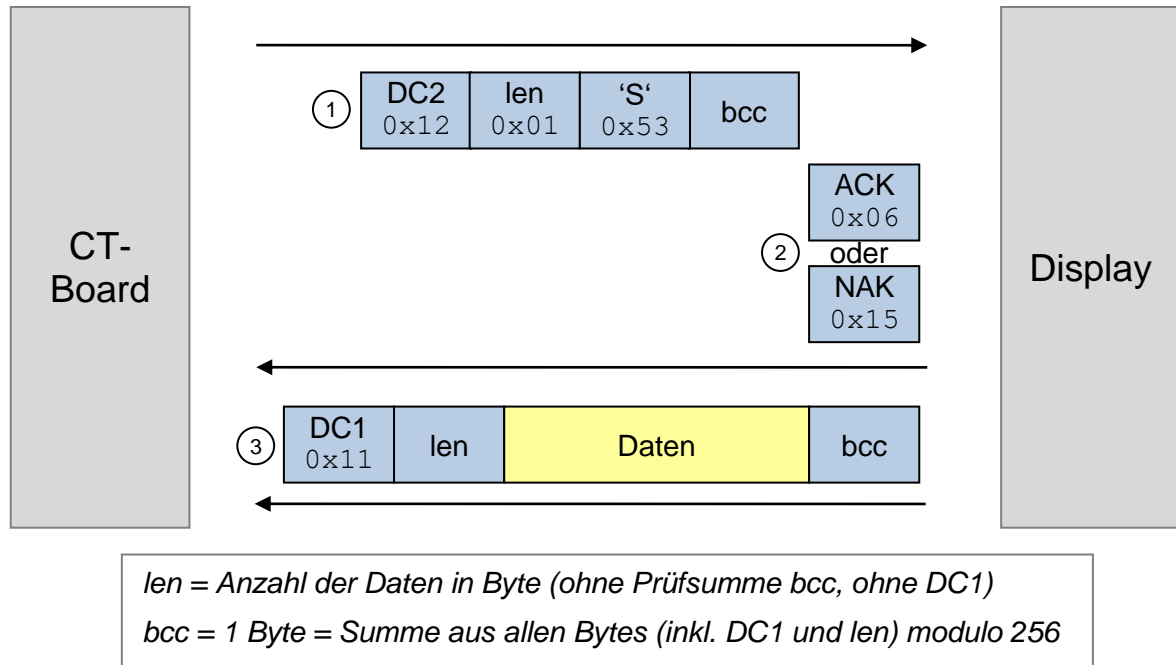

Abbildung 3: Protokoll für das Auslesen von Daten aus dem Display
Im nächsten Schritt wollen wir die Touch Screen Funktionalität des Displays verwenden. Dazu müssen wir Daten aus dem Display auslesen können. Dazu wird auf dem SPI das in Abbildung 3 dargestellte Protokoll verwendet.
- Falls Daten vorhanden sind, soll das Auslesen gemäss Abbildung 3 gestartet werden.
- Implementieren und verwenden Sie die Funktion `static void send_read_display_buffer_request()` um die Daten vom Display anzufordern, d.h. um die Befehlsfolge `DC2, 0x01, 'S', bcc` zu senden. Dies entspricht Schritt 1 in Abbildung 3.
- Verwenden Sie zum Empfangen der einzelnen Bytes (Schritte 2 und 3 in Abbildung 3) wieder die Funktion `uint8_t hal_spi_read_write(uint8_t send_byte);` Senden sie dabei jeweils den Wert 0 (`send_byte = 0`).